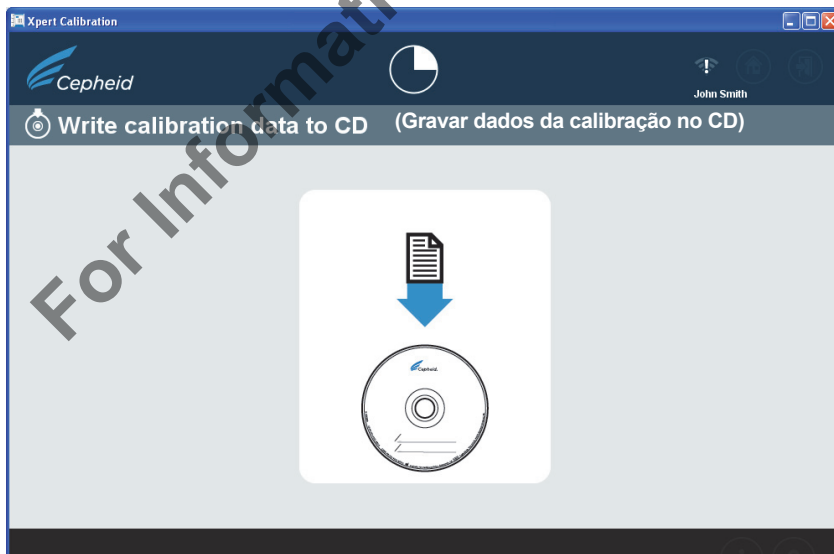
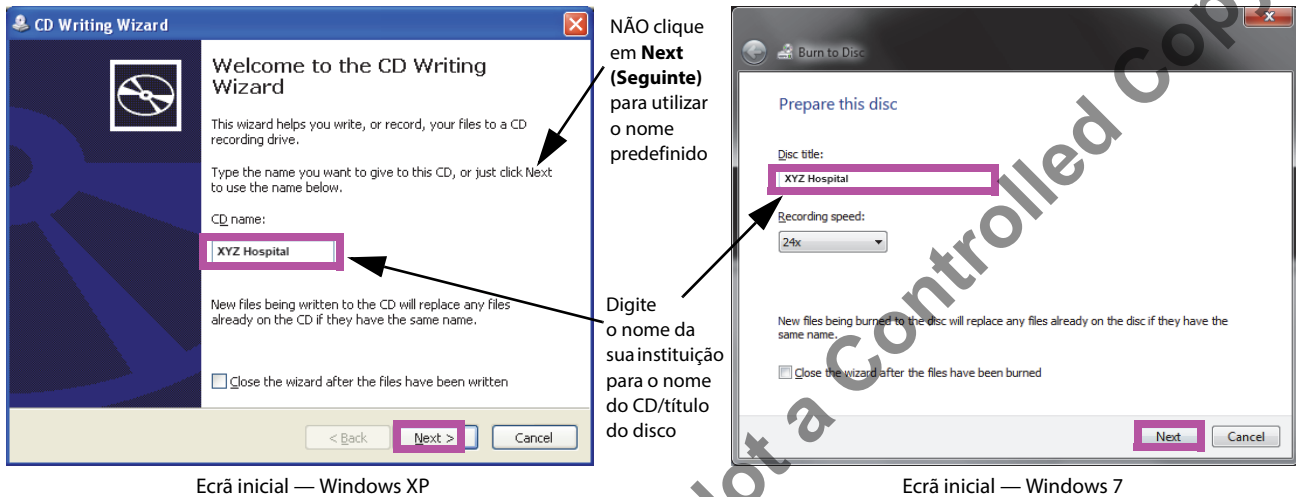

Figura 31. Ecrã Write calibration data to CD (Gravar os dados da calibração no CD) — passo 2
Figura 32. Programa de gravação do CD — ecrã inicial
- 26. Depois de inserir o CD 2 de dados em branco, o ecrã muda por breves instantes, indicando que o CD foi reconhecido. Consulte Figura 31. Este ecrã continua a ser apresentado até que o processo de gravação no CD esteja concluído.
- a. Aparece, então, o ecrã CD Writing Wizard (Assistente de gravação no CD) ou o ecrã Burn to Disc (Reproduzir para disco) (Figura 32) como uma janela sobreposta ao ecrã mostrado anteriormente na Figura 31. Os ecrãs seguintes (Figura 32 a Figura 35) mostram os ecrãs do programa de gravação no CD, à medida que progride através do processo de gravação.
- b. No primeiro ecrã, após o reconhecimento bem sucedido do CD em branco, ser-lhe-á pedido que forneça um nome para o CD que irá gravar. NÃO clique simplesmente no botão **Next (Seguinte)** (como sugerido no ecrã) para continuar o processo de gravação com o nome predefinido que aparece. Em vez disso, digite o nome da sua instituição, por exemplo "Hospital XYZ" no espaço fornecido e clique em **Next (Seguinte)**. Consulte Figura 32.